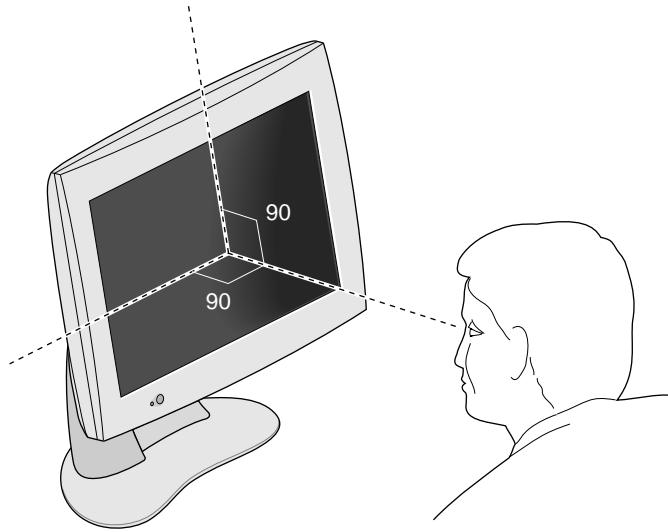

図 1-5 フラットパネルモニタの最適表示角度
- モニタの高さを調節して、画面の中央が目線の高さかやや下になるようになります。最適な輝度と正確な色彩を得るには、画面を目線に対しできるだけ直角にします（図 1-5）。表示角度の限度については、表 3-1 を参照してください。